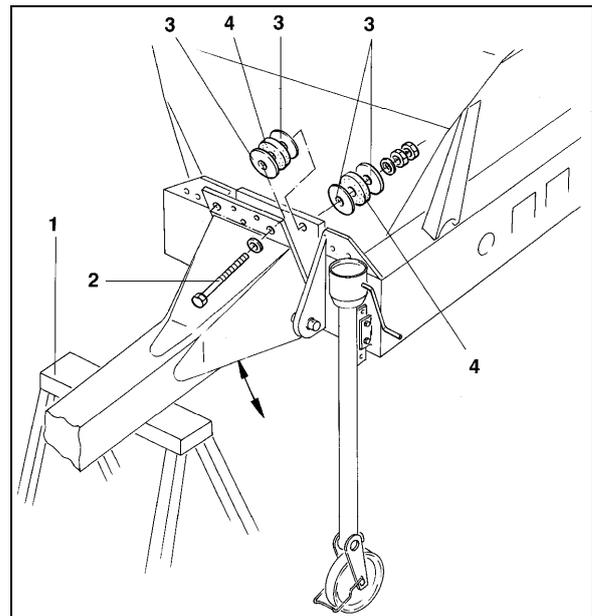

Fig. 48
2. Appuyer le timon sur un support stable (Fig. 48/1) et desserrer les deux vis de fixation (Fig. 48/2).
3. La permutation homogène des rondelles d'écartement (Fig. 48/3) permet d'ajuster le timon. Les amortisseurs (Fig. 48/4) ne doivent pas être retirés. Ils amortissent les chocs transmis par le tracteur à l'épandeur.